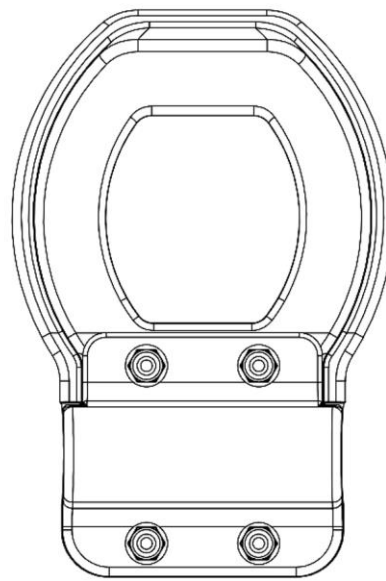

Fig. 1d
- fig. 1d – uchwyt w rzucie z tyłu w pierwszej odmianie;